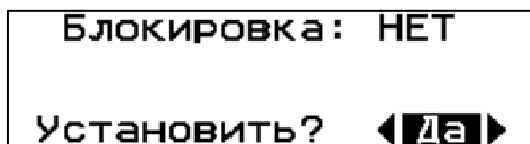
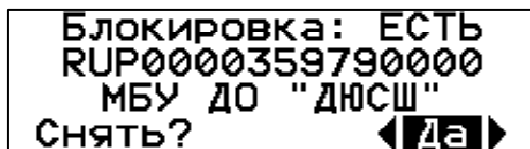

Рисунок 2.15 Установка блокировки
Рисунок 2.16 Информация о блокировке и разблокирование
- возможность установить (см. рисунок 2.15) или снять (см. рисунок 2.16)